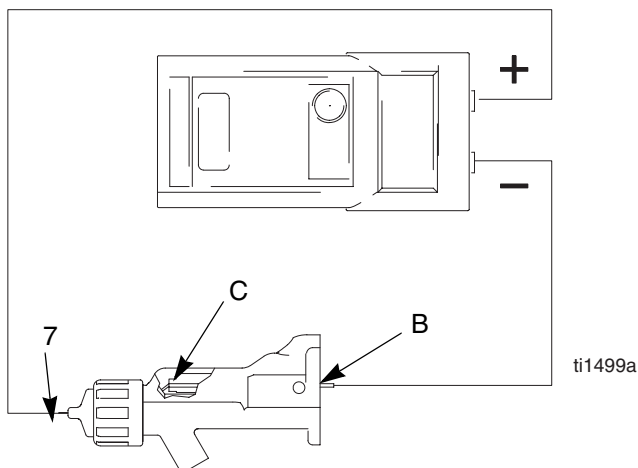

Abb. 17. Elektrodenwiderstand prüfen
1. Eine Messspitze (B) in den Pistolenauslauf (der für den Test der Hochspannungseinheit entfernt wurde) einführen und gegen den Metallkontakt (C) vorne am Pistolenauslauf drücken.
2. Den Widerstand zwischen der Messspitze (B) und der Elektrode (7) messen. Der Widerstand sollte zwischen 20 und 30 Megaohm liegen. Siehe Abb. 17.